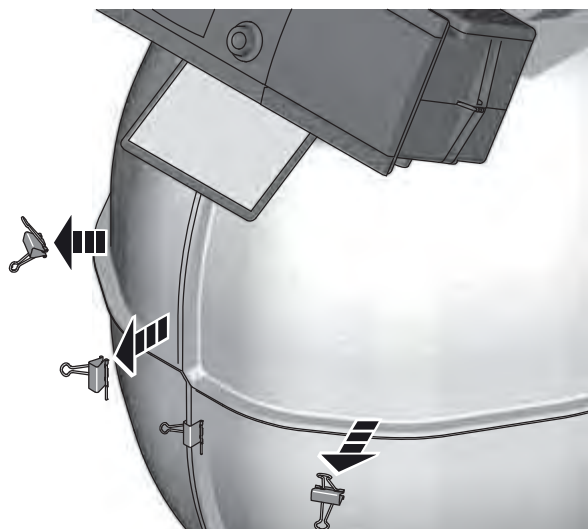

Fig. 9-3 Enlèvement des pinces de fixation des garnitures d'isolation
- Enlevez les pinces de fixation situées sur les deux garnitures d'isolation thermiques supérieures (voir fig. 9-3).